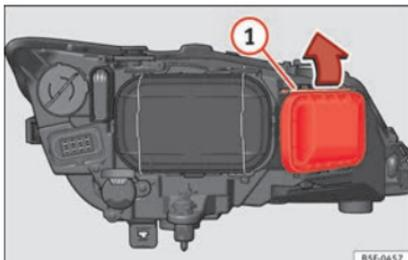

Abb. 107 Fernlichtleuchte.
- Verschieben Sie die Strebe » Abb. 107 ① in Pfeilrichtung und nehmen Sie die Abdeckung ab.